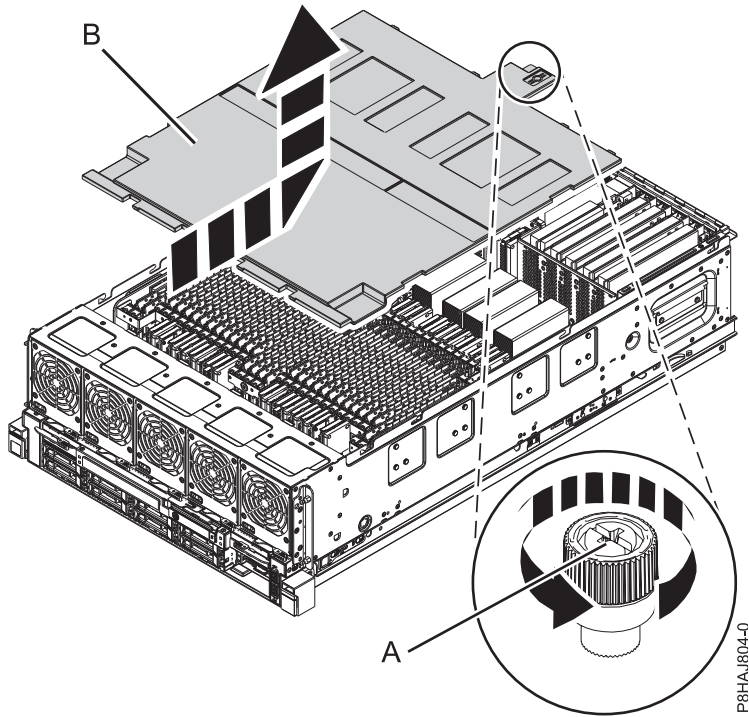

Abbildung 41. Sicherheitsabdeckung ausbauen
2. Lösen Sie die Rändelschraube (A) an der Rückseite der Abdeckung, indem Sie sie in die in Abb. 41 auf Seite 52 gezeigte Richtung drehen.
3. Schieben Sie die Sicherheitsabdeckung (B) zur Rückseite des Systems. Wenn sich die Vorderseite der Abdeckung von der oberen Rahmenleiste gelöst hat, heben Sie die Abdeckung an und vom System ab.